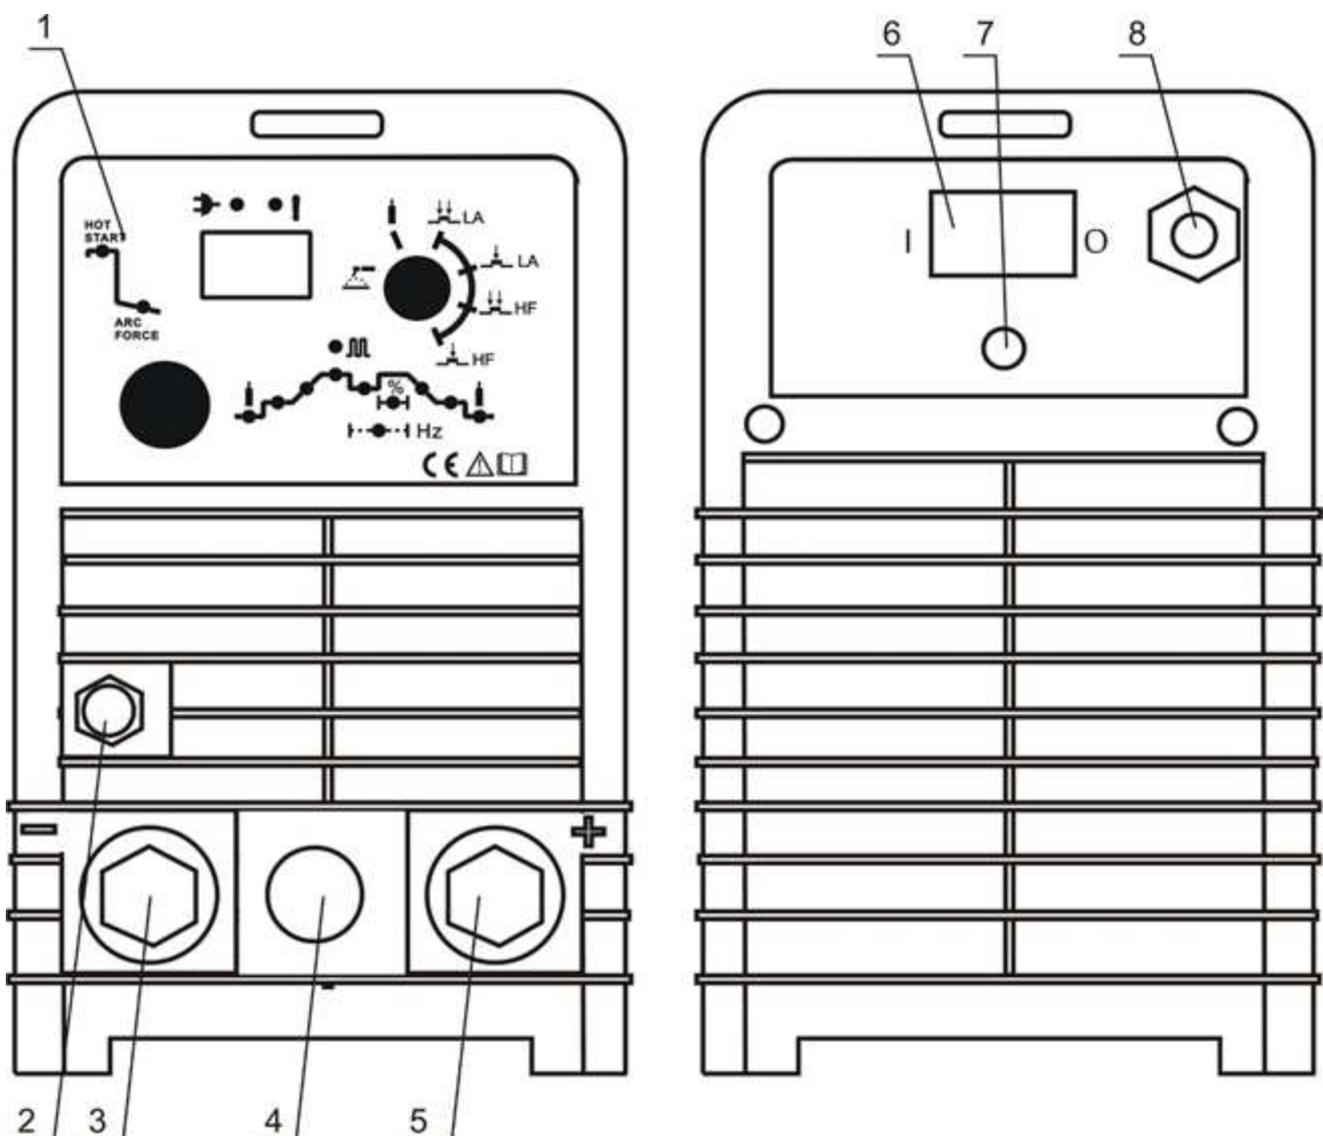

Abb. 1- Allgemeine Maschinenteile
3. Wählen Sie den Schalter (Abb. 2, Pos. 17) den Modus MMA (Abb. 2, Pos. 15) Maschine über Hauptschalter (Abb. 1, Pos. 6) einschalten.
4. Die Elektrodenzange und die Massezange gemäß den vom Hersteller der Schweißelektrode vorgegebenen Polaritäten an die Schnellkupplungen der Maschine anschließen (+) (Abb. 1, Pos. 5) (-) (Abb. 1, Pos. 3).